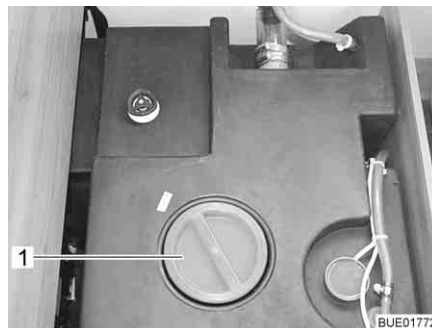

Fig. 160 Apertura per la pulizia sul serbatoio dell'acqua
- Staccare il coperchio (Fig. 160,1) del serbatoio dell'acqua.